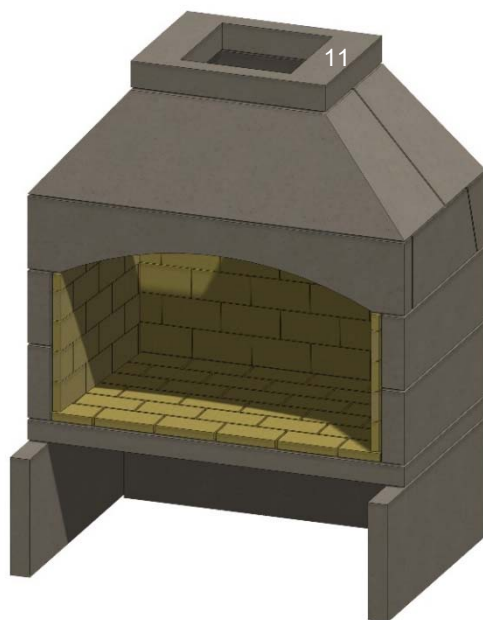

Figura 22. Adaptador de chimenea
N. Instale la pieza adaptadora de la chimenea (11). Véase la figura 22.